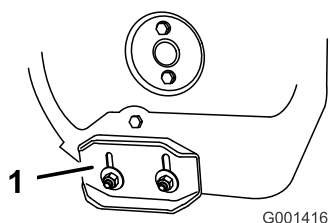

Figure 41
3. Desserrez les écrous de fixation des deux patins aux côtés de la fraise à neige jusqu'à ce que les patins puissent coulisser aisément vers le haut et vers le bas (Figure 41).